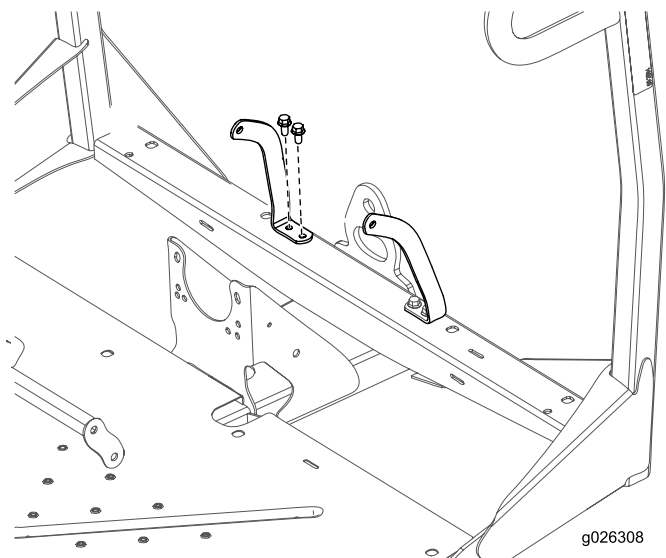

Figura 9
4. Prenda as fixações do cinto de segurança esquerdo e direito na estrutura frontal com 4 parafusos (3/8 pol.) e 4 porcas (3/8 pol.) (Figura 9).